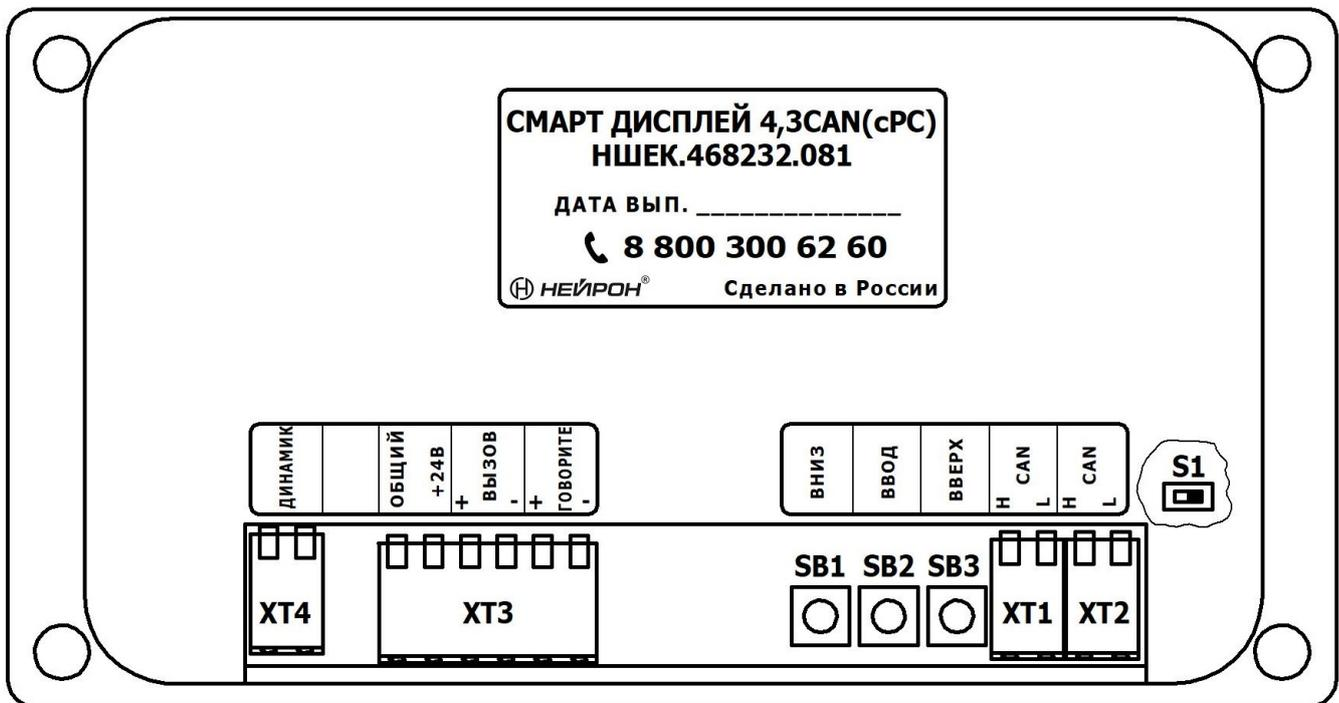

Рис.1. Расположение разъемов и органов управления
7.2 Выполнить подключение разъема ХТ1 согласно таблице 1, и разъема ХТ3 в согласно таблице 2. Расположение разъемов показано на рис.1.